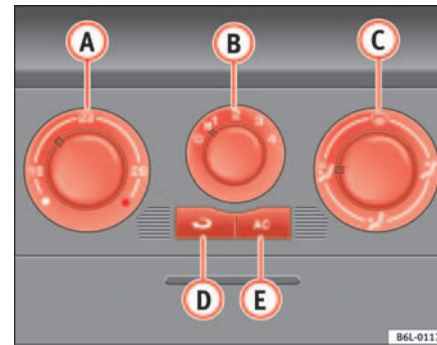

Abb. 93 In der Instrumententafel: Bedienelemente Klimaanlage
- Mit den Reglern ⇒ Abb. 93 **A** und **C** und mit dem Schalter **B** stellen Sie die Temperatur, die Gebläsestufe und die Luftverteilung ein.